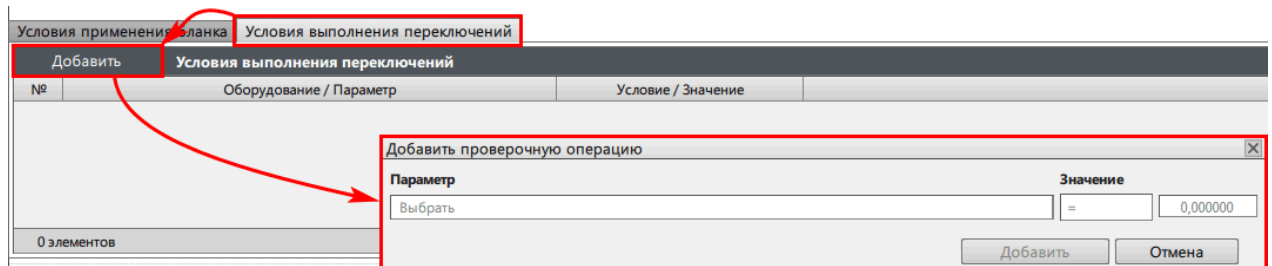

Рисунок 120 - Условия выполнения переключений
5. Добавьте условия выполнения переключений (Рисунок 120).